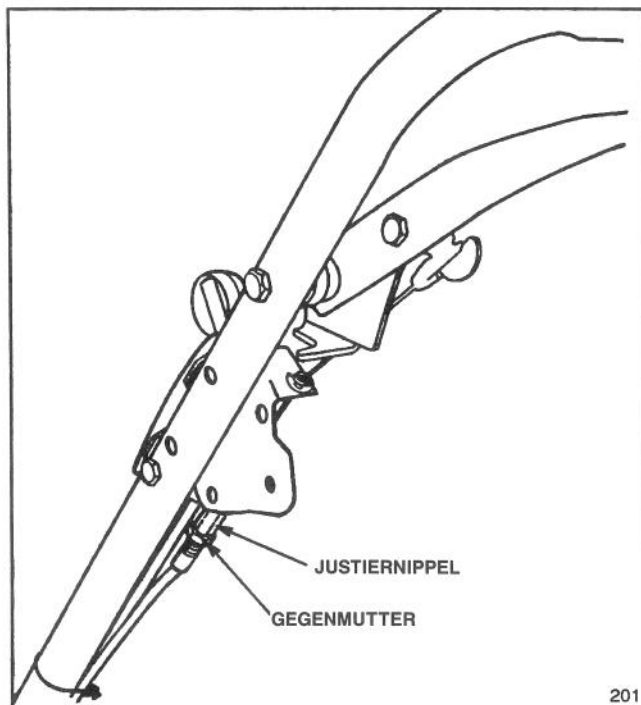

Abbildung 20
3. Gegenmutter am Kabeljustierer lockern und Nippel auf und ab drehen, bis der korrekte Abstand zwischen Antriebshebel und Schiebestange gewährleistet ist (Abb. 20).